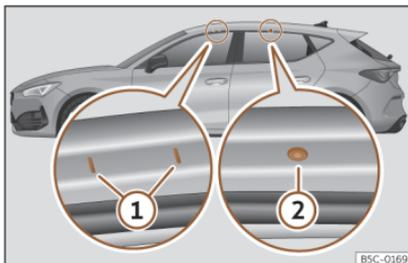

Fig. 136 Puntos de fijación de las barras longitudinales para el portaequipajes del techo (Leon).
Los puntos de fijación delanteros y traseros ① y ② sólo pueden verse con las puertas abiertas»» **fig. 136**.